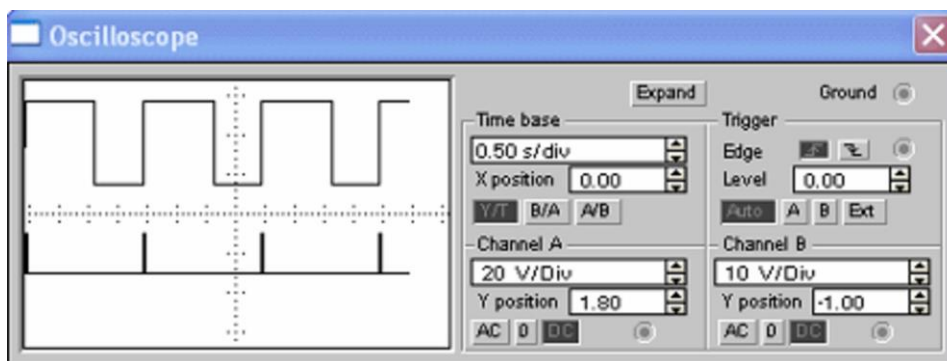

Рис. 6 – Осциллограммы входного и выходного сигнала
5. Развернуть и настроить осциллограф, изменяя чувствительность и длительность развертки. На экране можно наблюдать входной и выходной сигнал (рис. 6)